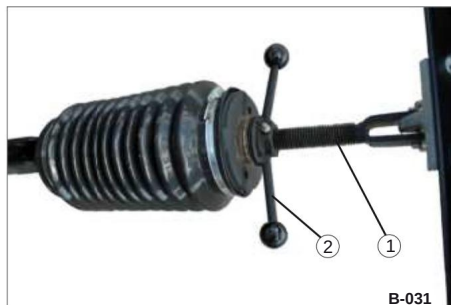

Bild 52 Justering
• Vrid klämspaken (Bild 52/2) runt spindeln (Bild 52/1) i önskad riktning. Dragstången höjs eller sänks.